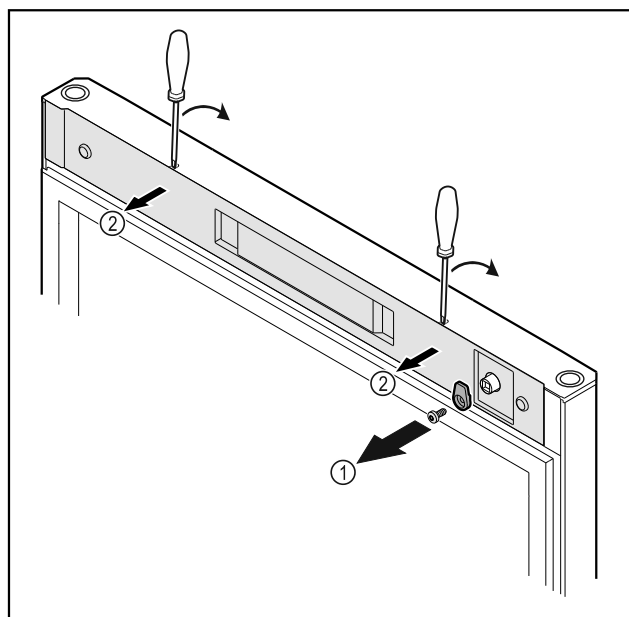

Fig. 10
- Odvijte zapiralni zatič Fig. 10 (1).
- Z majhnim izvijačem sprostite pokrov Fig. 10 (1) in ga odstranite.